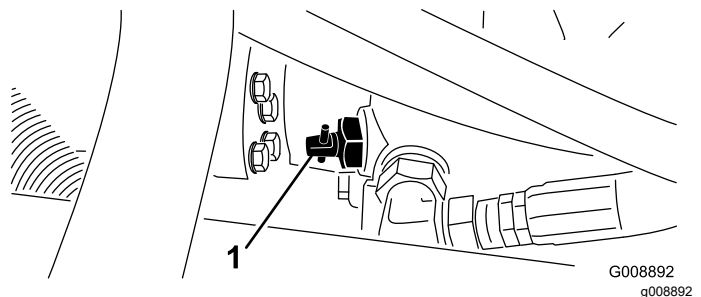

Bild 32
1. Ermitteln Sie das Sicherheitsventil an der Pumpe (Bild 32) und drehen Sie das Ventil um 90 Grad.